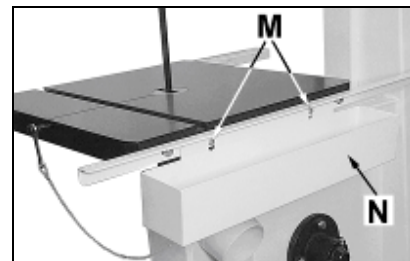

Fig 6
Visser les deux vis à tête goutte de suif (M, Fig 6) sur le rail fixe postérieur et monter le récipient de récupération des copeaux (N).